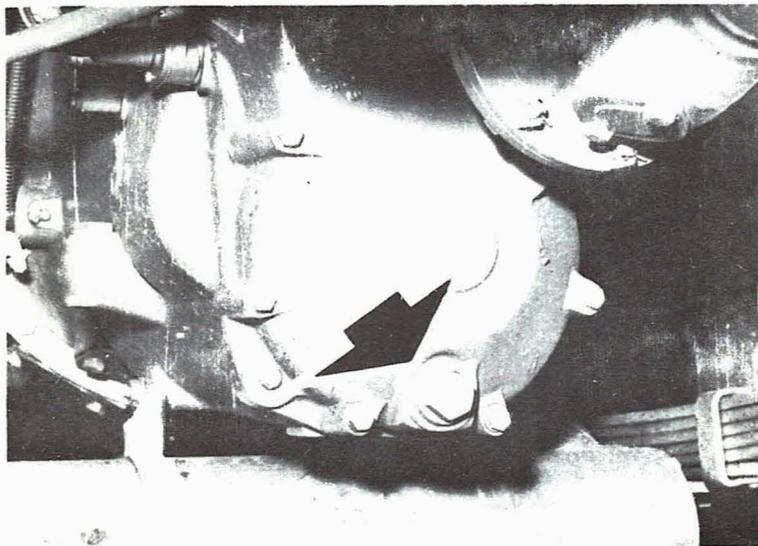

Fig. 5.2. - Tapón de vaciado de aceite.
- 2.º Cambiar el aceite, a ser posible después de haber estado rodando el vehículo (ya que el aceite caliente fluye con mayor facilidad); para ello se ha de quitar el tapón de vaciado (fig. 5.2), situado en la parte inferior del cambio.